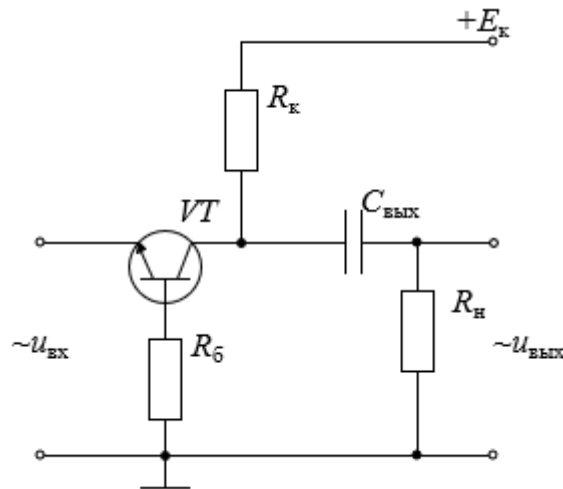

Рис. 2.5 Схема с общей базой
- 3) с общей базой (рис. 2.5).